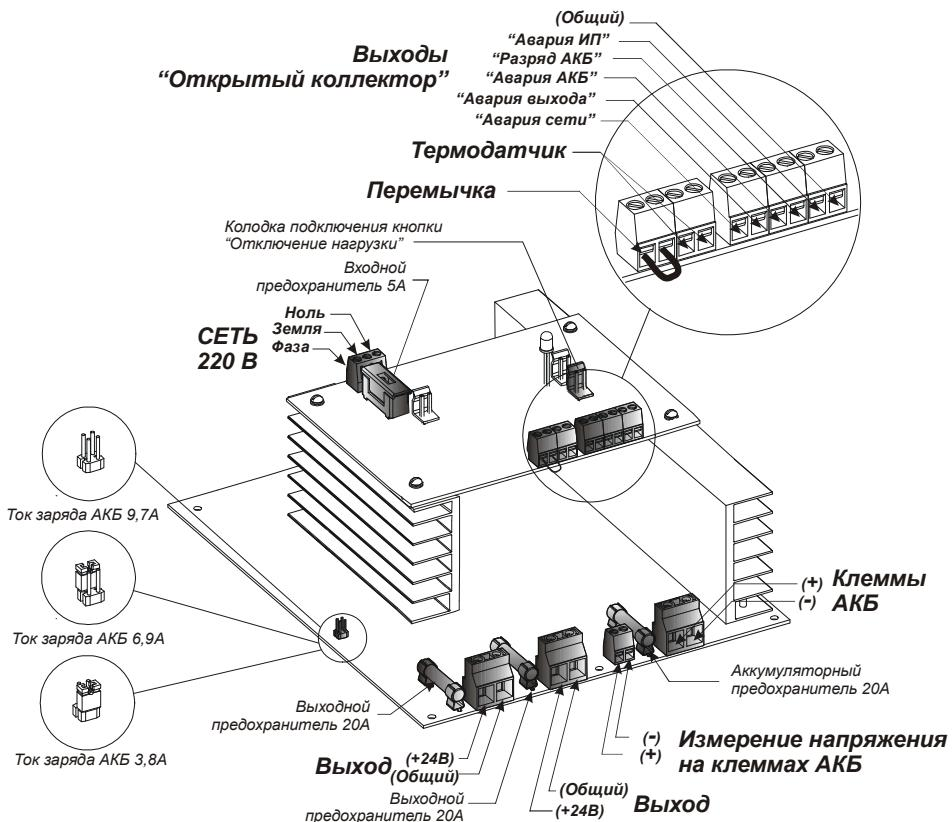

Рисунок.5
- выставить перемычками ток заряда АКБ (см. таблицу 3 и рисунок 5);